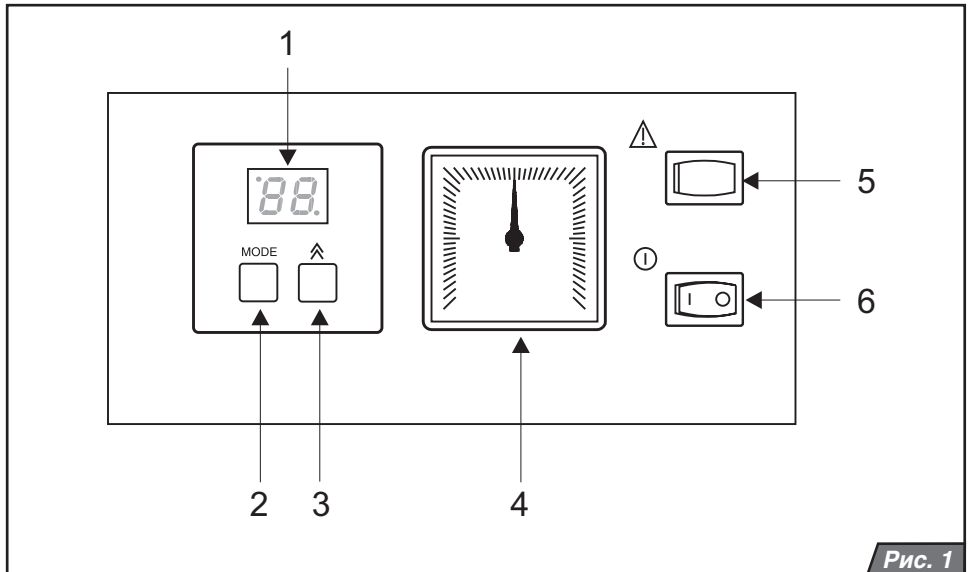

Рис. 1
Головний вимикач (рис. 1, поз.6) призначений для включення і виключення котла. Його розміщено в правій частині панелі управління.
Опис елементів управління (рис. 1):
Тиск ОВ в котлі показує манометр (рис.1, поз.4).
У випадку, якщо до котла не приєднаний датчик температури емкісного водонагрівача, натисніть кнопку MODE 1раз (рис.1,
ПОЛУМ'Я. Таке блокування може виникати у тих випадках, коли, газовий клапан відкритий, а автоматика розпалу не отримує зворотній сигнал про наявність полум'я від іонізаційного електроду. Котел відключиться, і на дисплеї засвітиться F1. Ця несправність також може бути викликана спрацюванням датчиків безпеки - аварійного термостата і термостата продуктів згорання. Низький тиск газу на вході котла (менше 8 мм.вод.ст.), неправильне електричне з'єднання (невитримана полярність підключення фази і нуля) також можуть бути причиною втрати полум'я. Для розблокування несправності натисніть кнопку RESET (рис.1, поз.5). Якщо за допомогою кнопки RESET несправність усунути не вдається, зверніться в сервісну організацію.
3. Тиск ОВ знаходиться в дозволених межах 1-2 Бар. Переведіть головний вимикач (рис. 1, поз. 6) в положення (I). Котел вмикається і починає нагрівати воду в водонагрівачі (якщо останній підключений до котла). Після нагріву ГВП котел перейде в режим опалення (за умови, що температура води в системі ОВ нижче заданої). У випадку захисного відключення котла на панелі управління засвітиться повідомлення про
несправність (див. „Повідомлення про помилки“, стор.8). За допомогою кнопки RESET (рис. 1, поз. 6) розблокуйте котел. Якщо захисне відключення повториться, або неможливо здійснити розблокування котла, зверніться в сервісну організацію.